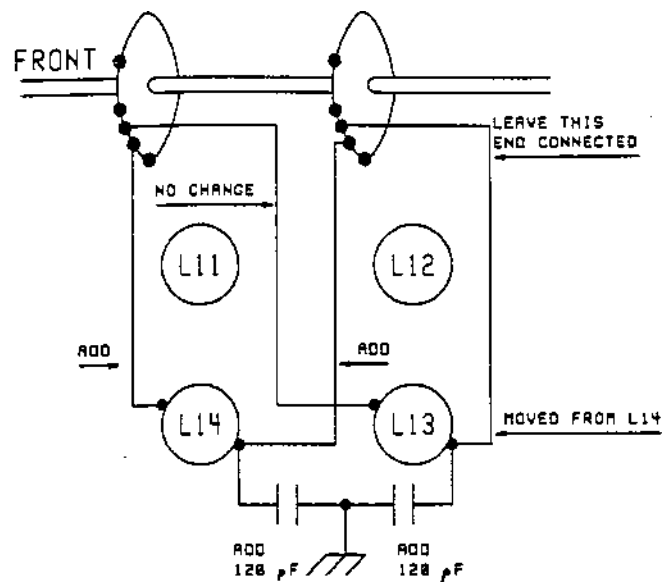

FIGURE 2
4. Dodaj przewód pomiędzy każdą stroną L14 a przełącznikiem pasmowym (FIG. 2). Zalecamy stosowanie przewodów AWG #18-22 i stosowanie solidnych rurek izolacyjnych, takich jak już dostępne.
5. Dodaj kondensator ceramiczny lub srebrny z miki o pojemności 120 pF 500 V od prawej strony złącza L14 do uziemienia (FIG. 2).
6. Dodaj kondensator ceramiczny lub srebrny kondensator mikowy o pojemności 120 pF 500 V od prawej strony złącza L13 do uziemienia (FIG. 2).